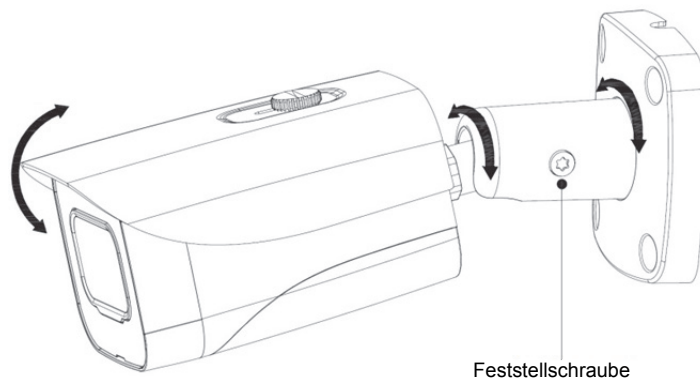
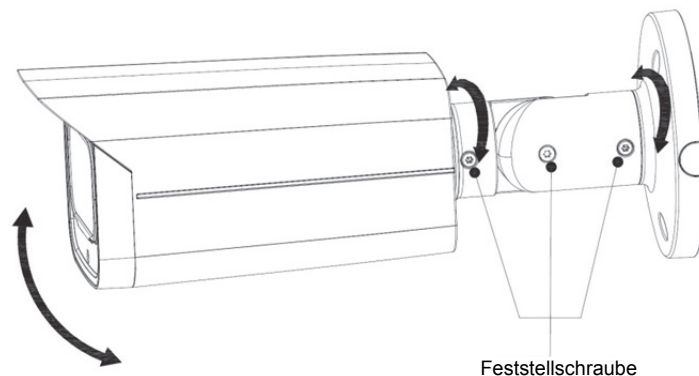

Abbildung 3-3
Abbildung 3-4
Schritt 1. Bohren Sie Schraubenlöcher (sowie eine Öffnung für die Kabelführung, falls dieses durch die Montagefläche gelegt werden muss) in die Montagefläche ⑤ gemäß der Lagezeichnung.
- Bei Befestigung am Mauerwerk setzen Sie Dübel ④ aus dem Zubehörpaket in die Schraubenlöcher ein.
Schritt 3. Arretieren Sie die Halterung ③ entsprechend den Anforderungen an den Kabelausgang (von oben nach außen oder von der Seite nach außen). Ziehen Sie sodann das Kabel durch die Montagefläche oder die seitliche Kabelwanne heraus.
Schritt 4. Richten Sie die Schraubenlöcher in der Halterung ③ an denen in der Montagefläche aus. Zum Befestigen des Geräts ① an der Montagefläche ziehen Sie die mitgelieferten selbstschneidenden Schrauben ② an.
Schritt 5. Schließen Sie die Kamera an Stromquelle und XVR-Gerät an und richten Sie das Objektiv auf den idealen Winkel aus, siehe Abbildung 3-3 bzw. Abbildung 3-4.